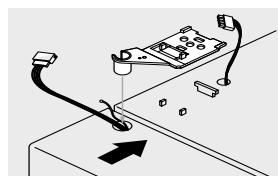

Figura 18
- Acerque la parte superior de la puerta a la unidad y encaje la clavija de la bisagra superior en el agujero superior de la puerta del congelador. (Inserte la parte posterior de la bisagra en la muesca saliente primero y a continuación encaje el agujero superior de la puerta). (Figura 18)